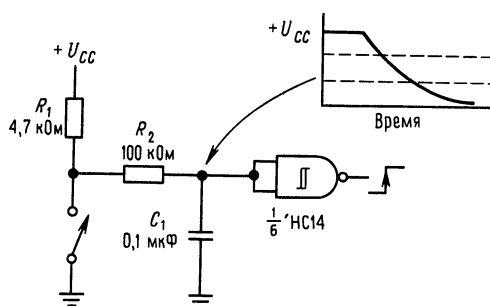

Рис. 9.9. Схема защиты от дребезга (RC-цепочка и триггер Шмитта).
Типичное значение входного порога ТТЛ составляет примерно +1,3 В, хотя по техническим условиям он может находиться между +0,8 и +2,0 В. ТТЛ-вентили с триггерами Шмитта на входе ('13, '14, '132) имеют гистерезис $\pm 0,4$ В; при графическом изображении они помечаются символом гистерезиса (см. например, рис. 9.9). Напряжение питания $U_{\text{пит}}$ (обычно его обозначают $U_{\text{кк}}$) составляет +5,0 В $\pm 5\%$.
3. Используйте КМОП-триггер Шмитта с замедляющей RC-цепочкой на входе (рис. 9.9). Фильтр нижних частот R_2C_1